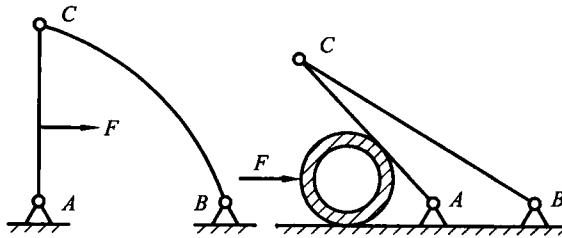

图 2.1
- 指出图 2.1 中哪些是二力杆? 设各杆自重不计, 各接触处的摩擦不计。